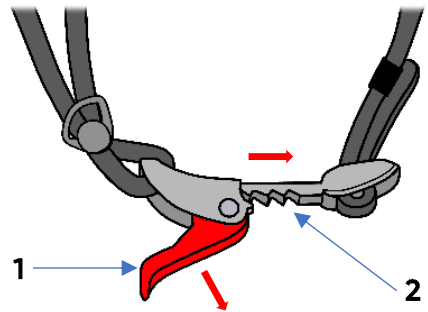

Fig. 5
Per chiudere il sottogola, bisogna inserire nel gancio (1) l'elemento della cinghia (2) (Fig. 4). Per aprire il sottogola bisogna tirare la fibbia (1) e sbloccare l'elemento della cinghia (2) dal gancio. (Fig. 5)